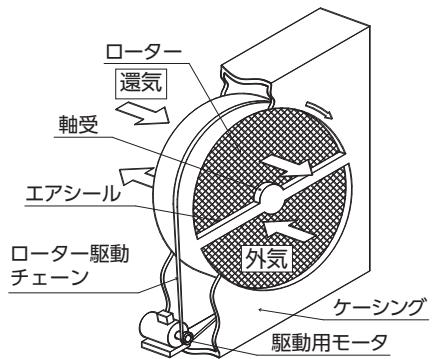

図3-23 回転式全熱交換器
- ・吸湿効果のある素材を円盤状に成型したローターを回転させ、室内からの排気(還気)と外気を通過させます。(図3-23参照)